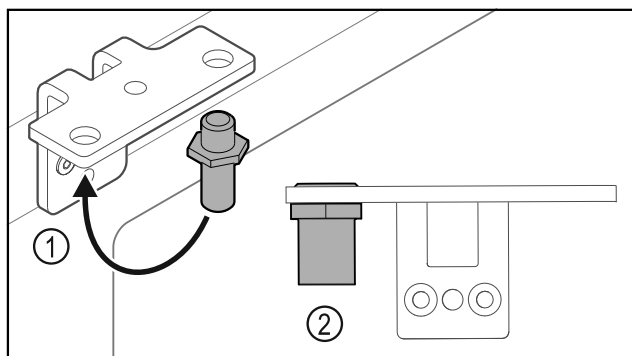

Fig. 33
- Bouten Fig. 33 (1) naar de scharnierhoek verplaatsen.
- Bouten Fig. 33 (2) met **aanhaalmoment van 12 Nm** vastdraaien.